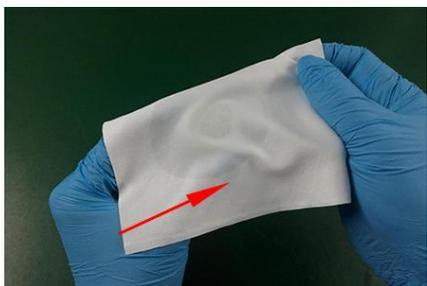

図3
3.布をゆっくりとずらして拭き残しがないことを確認し、ずらした後にレンズがきれいになるようにします。このステップは、クリーニングが完了するまで複数回繰り返すことができます。図3に示すように、作業ごとに新しいきれいな布を使用してください。